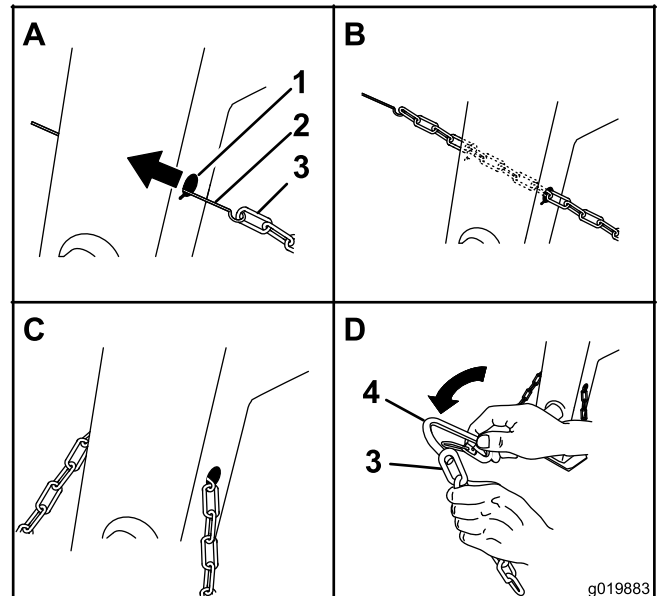
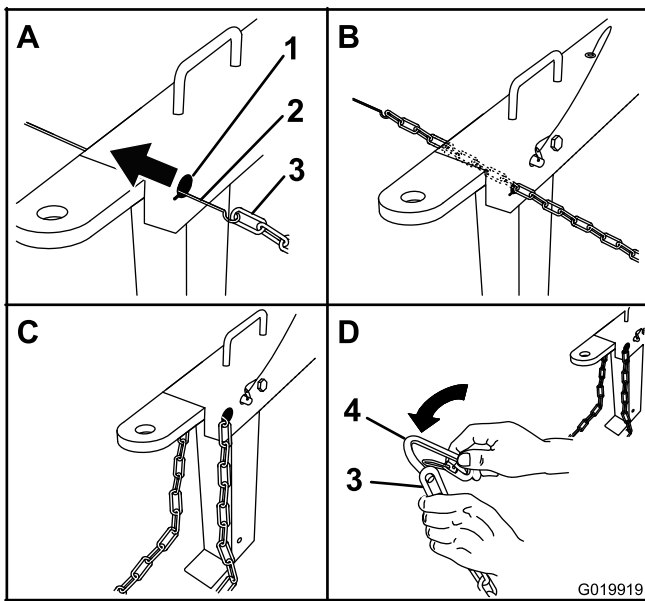

Figura 8
Figura 9
1. Forme un gancho en el extremo de un trozo de varilla flexible o alambre (no incluido), e introdúzcalo a través de ambos orificios en forma de bocallave de la pata delantera de la máquina (Figura 8 e Figura 9).
- Enganche la cadena de seguridad en la varilla o el alambre (Figura 8 e Figura 9).
- Tire de la varilla o del alambre con la cadena a través de ambos orificios de bocallave (Figura 8 e Figura 9).
- Alinee el conector con el último eslabón de la cadena de seguridad (Figura 8 y Figura 9).
- Pase el conector por el eslabón de la cadena hasta que se cierre (Figura 8 y Figura 9).